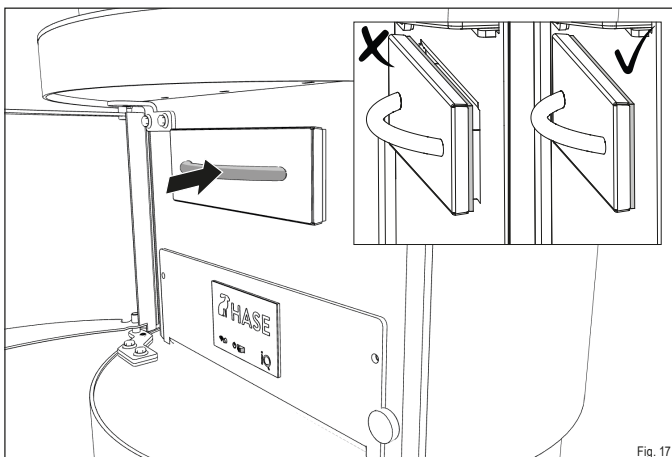

Fig. 17
Lorsque vous insérez le bac à cendres, veillez à ce que le joint soit plaqué (Fig. 17). Ainsi, le processus de combustion n'est pas perturbé par de l'air parasite.
- ✓ Faites glisser le bac à cendres dans l'ouverture de manière à ce qu'il soit hermétiquement fermé (Fig. 17).
- **Faites glisser le bac à cendres dans l'ouverture (Fig. 17).**